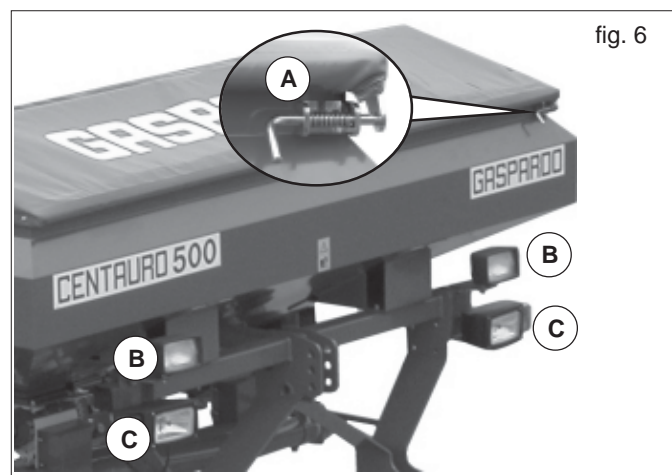
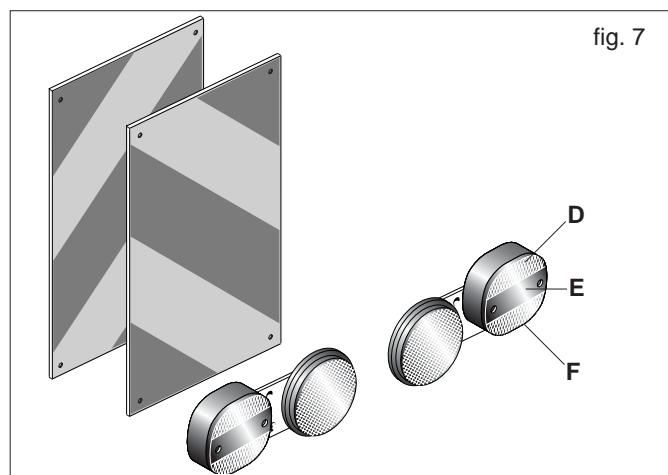

fig. 6
fig. 7
- 34) Efectúe los desplazamientos por carretera con todos los depósitos y tolvas vacíos y a una velocidad máxima de 25 km/h. Cerrar la tapa con el garfio (A fig.6). Controlar las condiciones del garfio y se al caso sustituirlo.
- 37) Si las dimensiones de los aparatos cargados o semicargados no permiten la visibilidad de los dispositivos de indicación e iluminación de la motriz, dichos dispositivos deberán ser instalados adecuadamente sobre los aparatos en sí, ateniéndose a las normas del código del tránsito vigente en el País. Asegurarse, mientras viene utilizado, que la instalación de las luces se encuentre perfectamente en función. Todo los desplazamientos para carretera se efectúan con los faros (B fig.6) apagados. Regulando los proyectores anabagliante (C fig.6) según normas de circulación vigentes en el país. Se recuerda, además que la correcta secuencia de las indicaciones de los faros prevé (Fig.7):